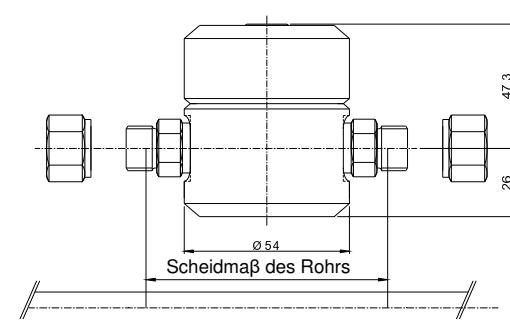

Abb. 1: Montageposition der BDA06
**Empfehlung:** Wenn die BDA 06 in eine neue Leitung installiert wird, empfiehlt es sich, zuerst die Leitung ohne BDA 06 zu biegen und anzubringen, bevor die BDA 06 nach Abb. 1 installiert wird.